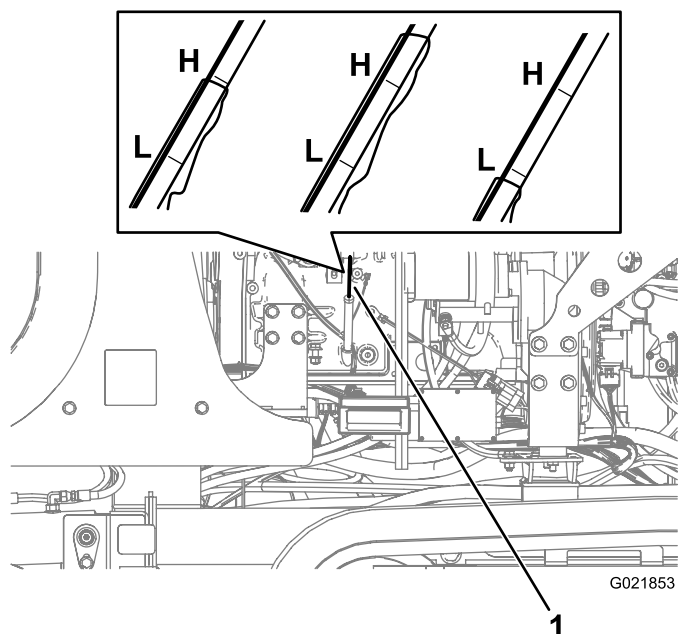

Рисунок 122
3. Извлеките измерительный шуп (Рисунок 122) и тщательно протрите его.